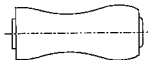

Fig. 3-3
- 2). Turn the P3 post (take-up side guide roller) clockwise using a wrench until the margin area on the envelope (take-up side) disappears, then turn the guide roller counterclockwise until the margin area reappears. (Fig. 3-3)
- 2). P3 post (出側ガイドローラー)を二股レンチで右に回し、エンベロープの出側のマージン・エリア部が無くなるまで下げ、今度はガイドローラーを左に回し、マージン・エリア部が出るまで戻す。(図3-3)